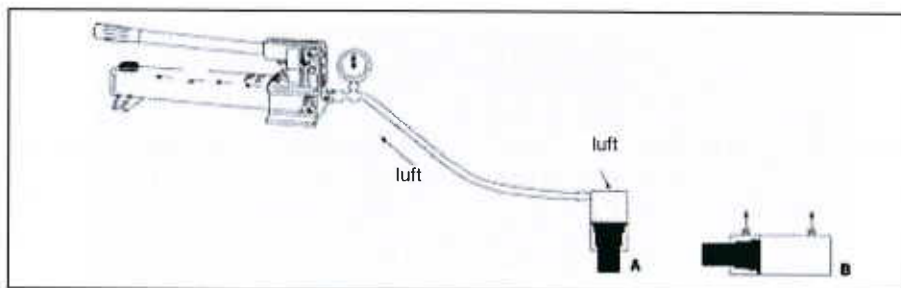

Bild 9
Att avlägsna luft ur hydraulsystemet hjälper cylindern att öka och minska mjukt och smidigt (se bild 9).
- 6.1 Pump med enkelverkande cylinder (A)**
- Placera pumpen med kolvändan nedåt (uppåt om du använder en dragcylinder) Se bild 9 nedan.
6.2 Pump med dubbelverkande cylinder (B)
- Ställ cylindern i horisontellt läge med öppna portar. Se bild 9.